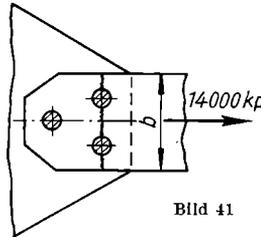

Bild 41
72. Der Fachwerkstab einer Brücke, als Flachstabstahl von 15 mm Dicke ausgeführt, überträgt 14000 kp Zugkraft und soll nach Bild 41 mit drei Nieten am Knotenblech befestigt werden. **a)** Welcher Nietdurchmesser ist erforderlich bei einer zulässigen Abscherspannung von 900 kp/cm²? **b)** Welche Breite b muß der Stabstahl erhalten, wenn die Zugbeanspruchung im gefährdeten Querschnitt 1200 kp/cm² betragen darf?